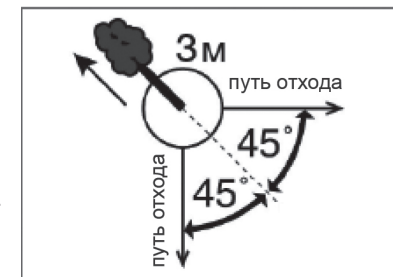

Рис. 14 Определение путей отхода
5. Обязательно определите путь отхода. Путь отхода (Рис. 14) должен быть направлен по диагонали в сторону, противоположную направлению падения, под углом 45 градусов, и вы должны отойти минимум на 3 метра от ствола, на тот случай, если во время падения комель дерева отскочит в сторону. Зона безопасности вокруг оси дерева должна быть не менее 2½ высоты дерева.